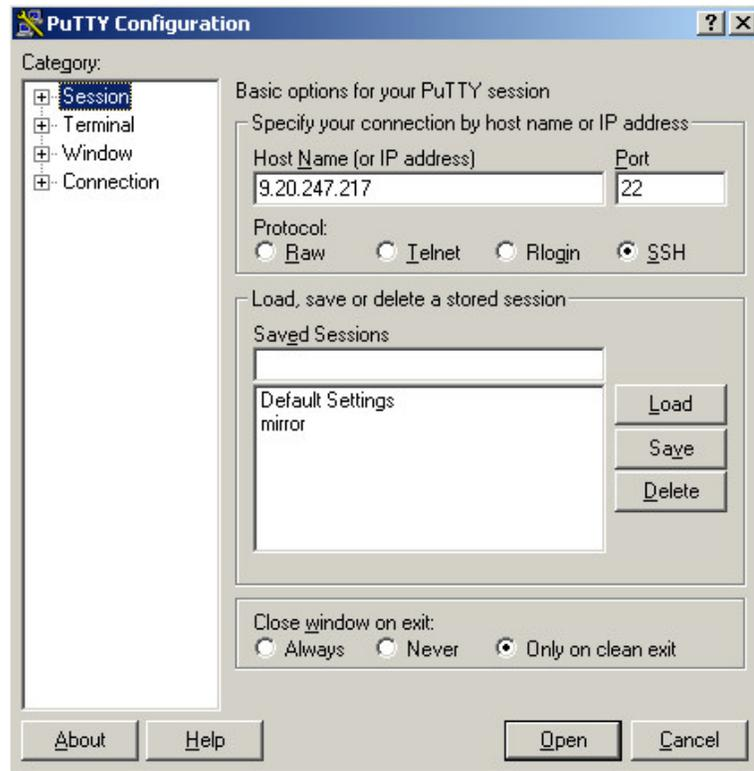

図 26. 「PuTTY Configuration」パネル - 「Basic」オプション
2. 「PuTTY Configuration」パネルが表示されます。15 ページの図 26を参照。「**ホスト名 (または IP アドレス)**」フィールドにデバイスの IP アドレス (通常はクラスター IP アドレス) を入力して、プロトコルの「**SSH**」オプションを選択します。